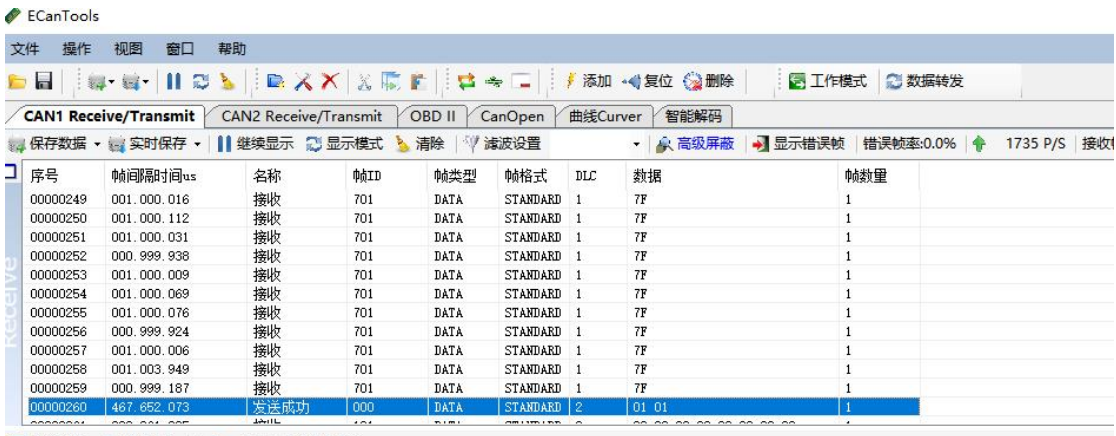

图 5.3 NMT 命令监控界面
使用 ECANTools 软件命令 GCAN-4055 进入操作状态的步骤是：①将从站节点号填入 ID 后面的文本框中，②点击添加从站按钮，③打开节点左侧的+号，并点击“NMT”，④选择“Start Remote Node”（默认），点击下方的“NMT”按钮。如图 5.3 所示，发送后可在 ECANTools 监控界面中查看到 NMT 命令，且发送完 NMT 命令后，节点状态变为 0x05（操作状态）。